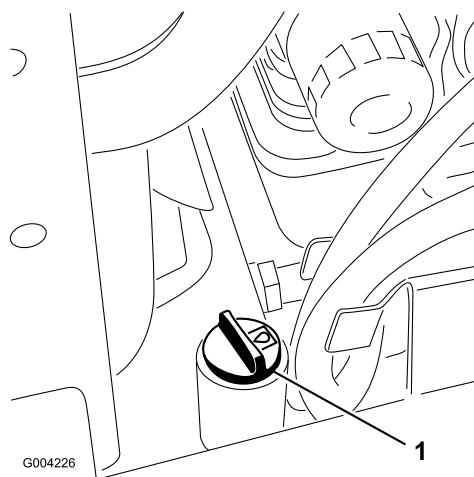

Figura 18
5. Pulire la zona intorno al collo del bocchettone del serbatoio idraulico (Figura 18).